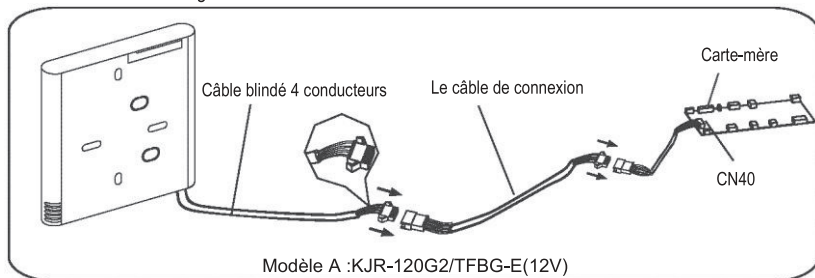

Fig. 3-3(A)
- Connectez la prise femelle du groupe de câbles de la carte-mère à la prise mâle du groupe de câbles de connexion. (Fig. 3-3(A))